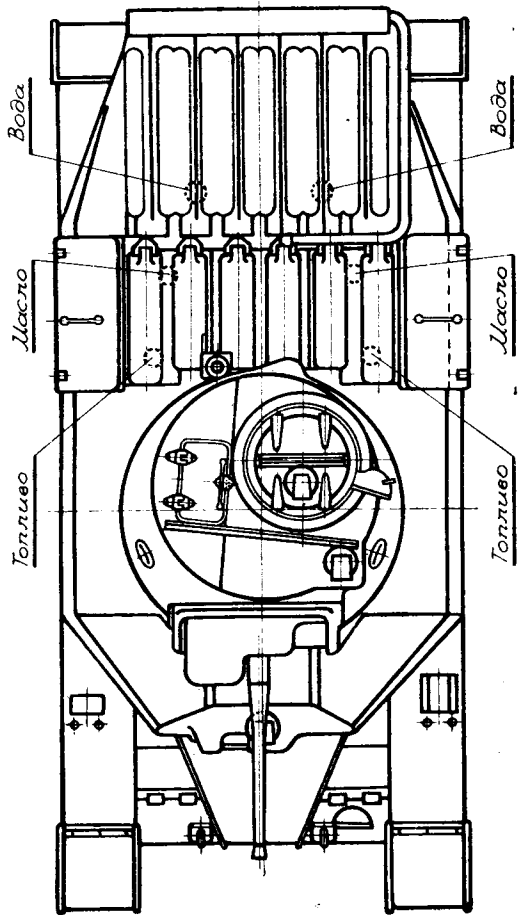

Рис. 1. Расположение заливных отверстий для топлива, масла и воды
1. Открой три левых надмоторных жалюзи для заправки левого топливного бака. Для заправки правого топливного бака открой три правых жалюзи (рис. 1).
1. Открой верхние задние жалюзи — 2 правых и 2 левых (рис. 1).